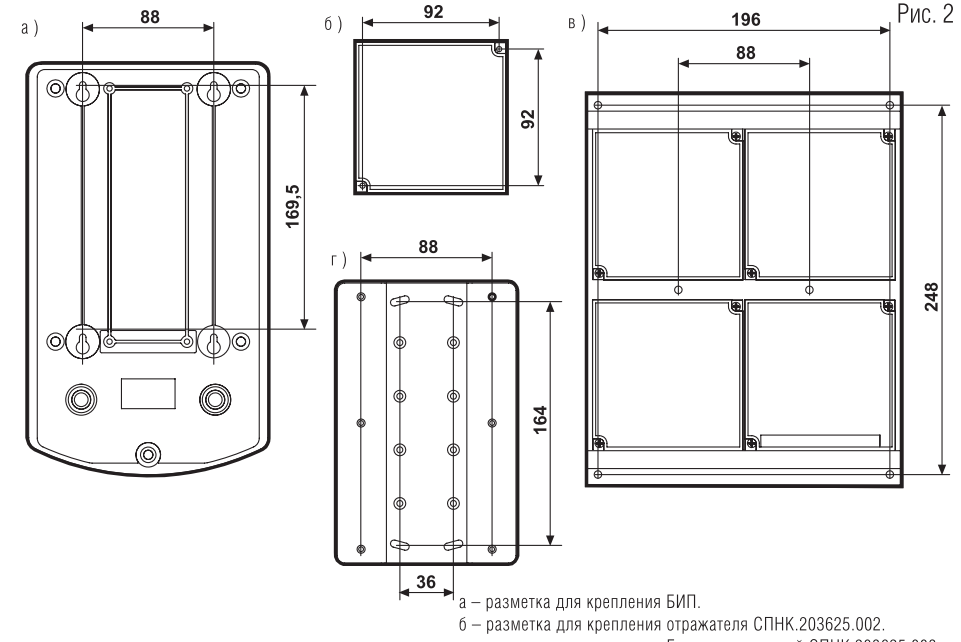

Рис. 2
При дальности действия от 40 до 80 м следует применять блок отражателей СПНК.203625.003, входящий в состав извещателя (рис. 2). При дальности действия более 80 м следует применять 2 блока. При дальности действия от 10 до 40 м использовать один элемент блока отражателей.
- Разметки для креплений БИП, отражателей и Пластины монтажной приведены на Рис.2. Разметка для крепления кронштейна приведена в документации на кронштейн.